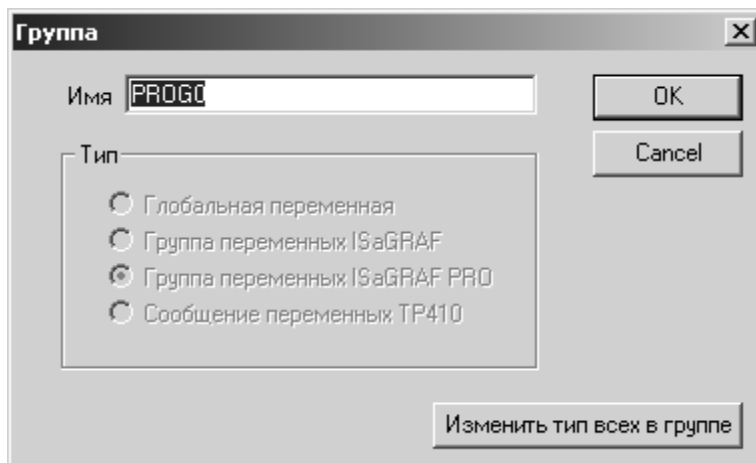

Рисунок 4.44 - Свойства группы
- б) в окне свойств группы (Рисунок 4.44), нажать на кнопку **«Изменить тип всех в группе»**;